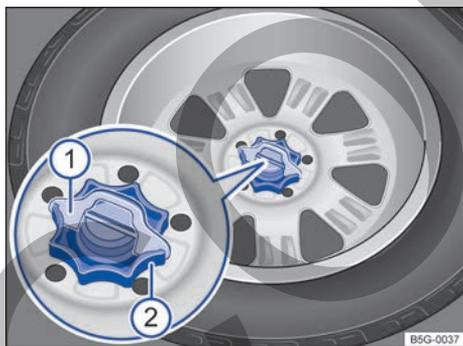

Fig. 229 En el maletero: ruedecilla para fijar la rueda de repuesto.
- Extraiga la cuña del seguro antigiro → fig. 229 ① hacia arriba.
- Desenrosque por completo la ruedecilla central que sujeta la rueda de repuesto ②, en el sentido contrario al de las agujas del reloj, y extraiga la rueda.